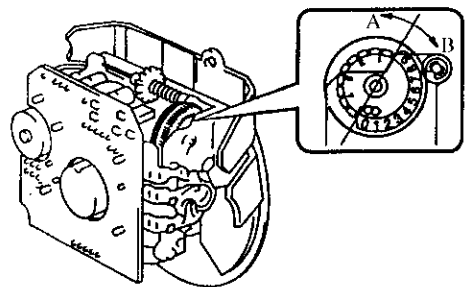

图 9-56 转动微型开关, 检测各端子导通性
(4) 更换车速表。
①从组合仪表上拆下车速表单元。
②读出车速表内的正时传动带微型开关指示的数字。
③分离里程表顶端齿轮，将正时传动带微型开关设至②中读数处，然后使齿轮啮合。
④当图 9-56 所示箭头指示 A 侧时，在“0”与“⊖”位置安装螺钉；对于 B 侧，则在“10”与“⊖”位置安装螺钉。